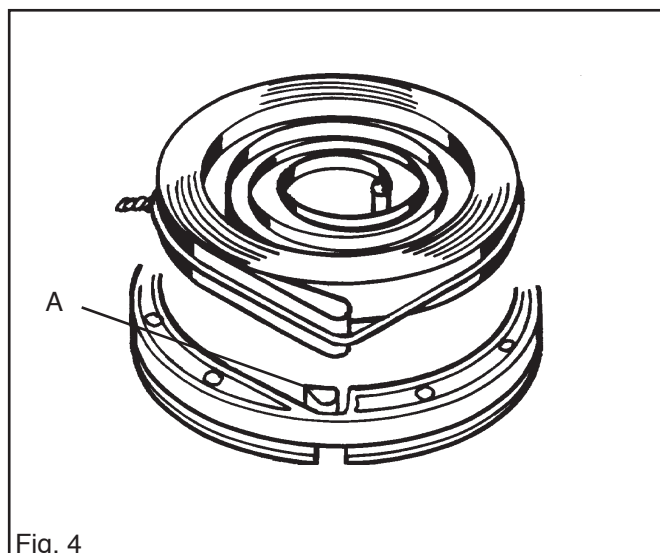

Fig. 4
1. Si un nouveau ressort doit être installé, le monter à l'aide d'un fil de fer de telle sorte que l'anneau du ressort vienne au dessus du tampon (A) de la poulie. Voir fig. 4.
8. Visser l'extracteur du rotor volant. Visser les deux vis M5x25 d'environ 10 tours. Tirer la vis du milieu et retenir avec la poignée jusqu'à ce que le rotor volant se dégage. Voir fig. 4.